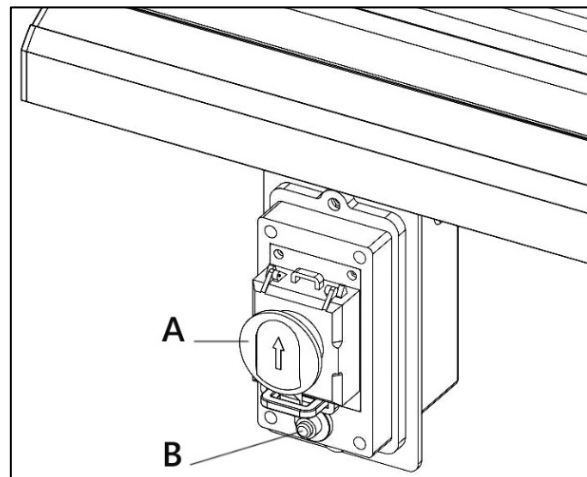

Рисунок 30
- Выключатель расположен под передней направляющей, на левой стороне (рис. 30).